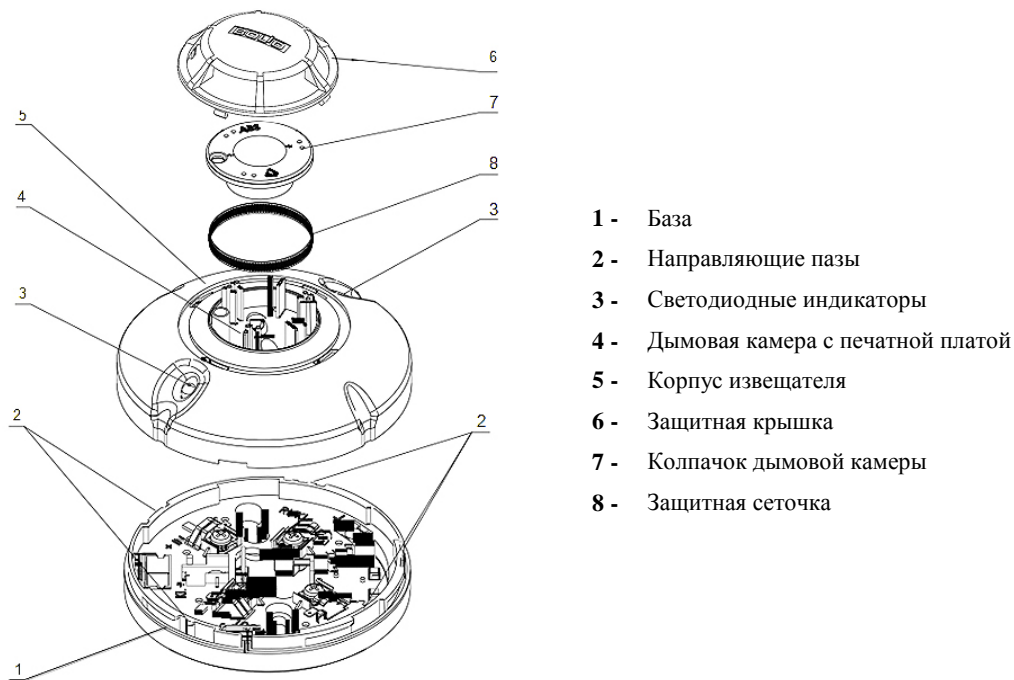

Рисунок 1
Конструкция извещателя (рис.1) состоит из базы (поз.1) с направляющими пазами (поз.2), двух светодиодных индикаторов (поз.3), печатной платы и дымовой камеры (поз.4), корпуса извещателя (поз.5), защитной крышки (поз.6), колпачка дымовой камеры (поз.7), защитной сеточки (поз.8).
- 2) Снимите защитную крышку (рис.1, поз.6), для этого слегка поверните ее против часовой стрелки, держась за ребра жесткости, отделите от корпуса извещателя, затем последовательно выньте колпачок дымовой камеры (рис.1, поз.7) и сеточку (рис.1, поз.8).